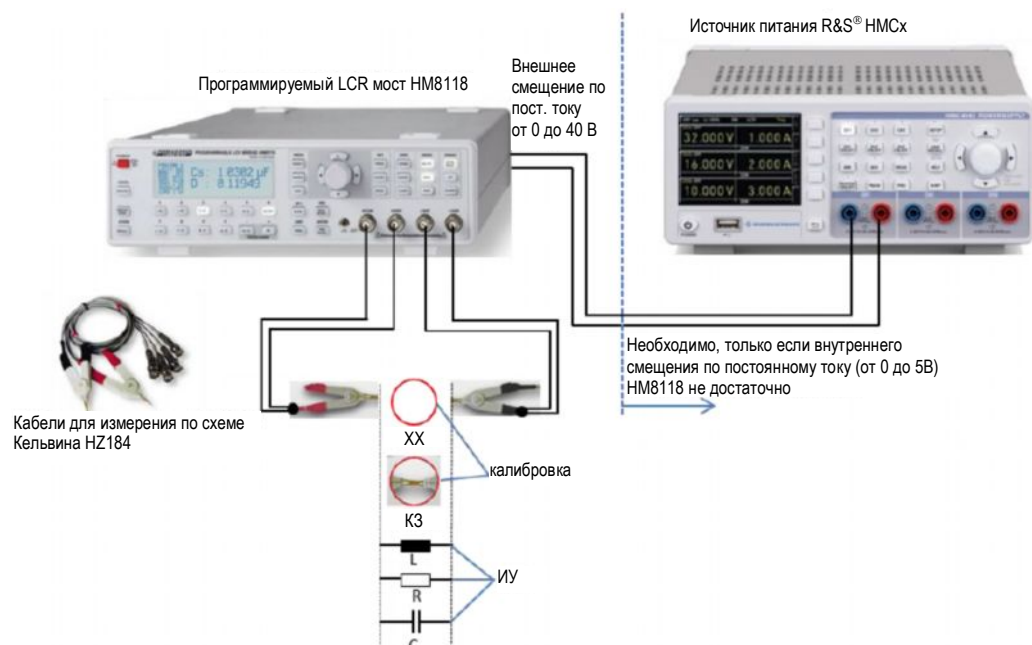

Рис. 2-1 – Измерение параметров компонентов с помощью LCR-моста HM8118.
- Включите конденсатор между красным (+) и черным (–) зажимами кабеля HZ184 (рис. 2-1). **Важно: для однополярных конденсаторов необходимо соблюдать полярность!**
- Примечание – Для корректного измерения электролитических и танталовых конденсаторов необходимо использовать напряжение смещения. Оно должно быть достаточно велико, чтобы не происходило смены полярности при подаче переменного напряжения, или, в идеале, должно быть равно значению постоянного напряжения в реальной схеме. Нажмите клавишу *BIAS* и с помощью поворотной ручки задайте требуемое напряжение смещения (повторное нажатие клавиши *BIAS* приведет к отключению напряжения смещения). Заданное постоянное напряжение будет добавлено к измеренному переменному напряжению. Внутреннее напряжение смещения может достигать 5 В и изменяться с шагом 10 мВ. Если этого напряжения не достаточно, можно использовать внешний источник питания для подачи постоянного напряжения смещения номиналом до 40 В (рис. 2-1). Для этого необходимо включить постоянное напряжение (*CST V*). Нажмите клавишу *SELECT* и с помощью поворотной ручки выберите функцию *SETUP* в меню. Нажмите поворотную ручку для активации параметра *CST V* и затем с помощью поворотной ручки выберите значение *ON*. Нажмите клавишу *ESC*.
- Включите катушку индуктивности между красным (+) и черным (–) зажимами кабеля HZ184 (рис. 2-1).
- Включите резистор между красным (+) и черным (–) зажимами кабеля HZ184 (рис. 2-1).